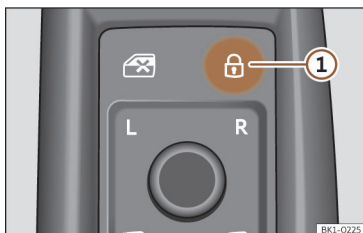

Fig. 74 Na porta do condutor: botão do fecho centralizado.
- Trancar: pressione o botão >>> **Fig. 74.**
- Destrancar: pressione outra vez o botão >>> **Fig. 74.**